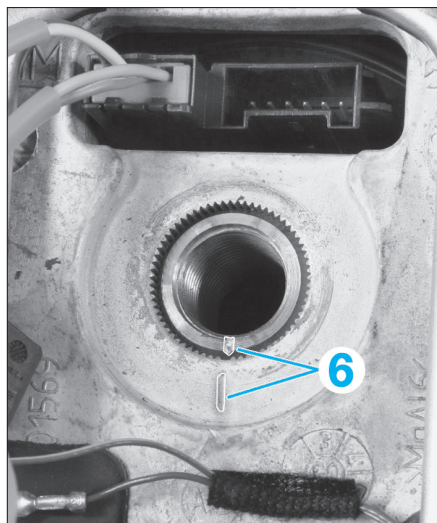

FIG. 5
- aligner les repères (6) du volant par rapport à la colonne de direction au remontage (fig. 5).